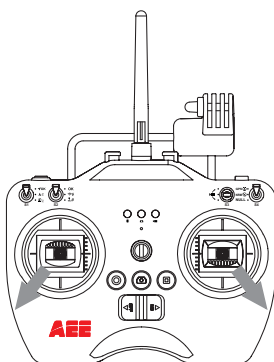

Figura 2
**Método 2 (Figura 2):** Cuando aterrice el AP10, mueva el Joystick Izqdo a la posición inferior y mantenga esa posición durante 3 segundos para parar los motores.